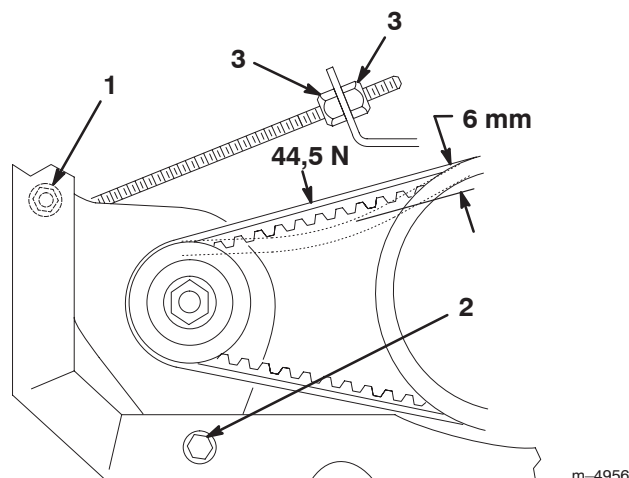

Figure 39
2. Desserrez l'écrou et le boulon de pivot d'alternateur du démarreur (Fig. 39).
3. Vissez plus ou moins les écrous de blocage sur la tige du démarreur (Fig. 39) jusqu'à ce que la courroie présente une flèche de 6 mm lorsqu'une force de 44,5 N est exercée.
4. Serrez l'écrou et le boulon de pivot d'alternateur du démarreur (Fig. 39).